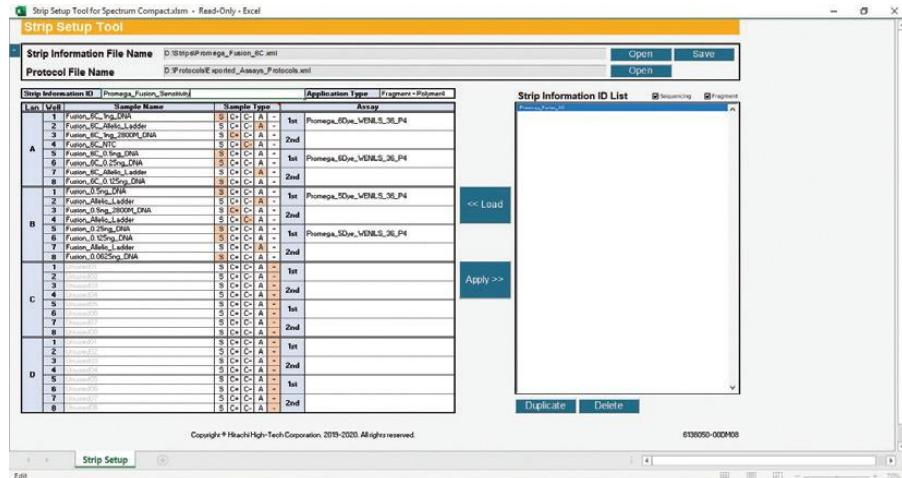

図 219 新しい Strip Information ID が編集された Strip Setup Tool for Spectrum Compact 画面
4. Creating New Strip Information (セクション 13.7.2) の手順に従って、新しい strip の情報を編集します。新しい Strip Information ID を割り当てることも可能です。(図 219)